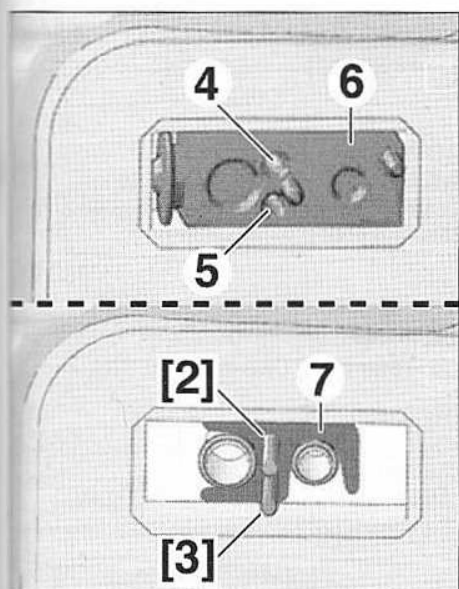

FIG.32
- Déposer (Fig.32) :
- la vis (4) et y mettre en lieu et place la tige filetée [2],
- la vis (5) et y mettre en lieu et place la tige filetée [3],
- le détendeur (6).